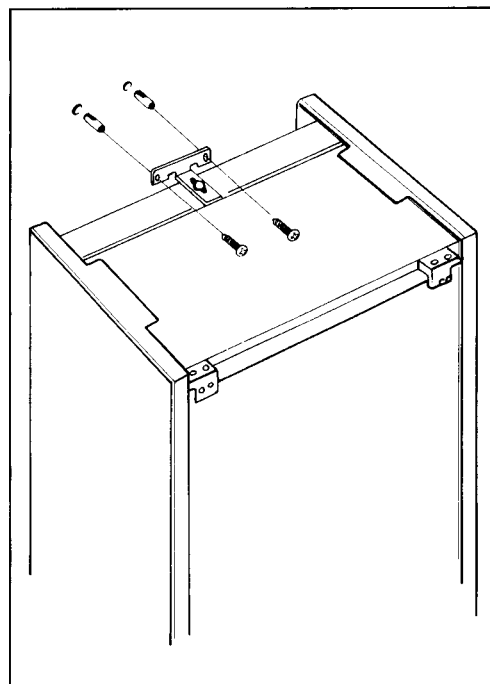

Fig. 9
- Fissarlo al muro con l'apposita squadretta (Fig. 9).